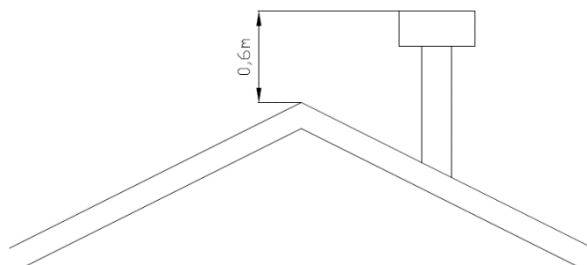

Figure 5 – Hauteur de la cheminée.
- Le sommet de la cheminée doit être au moins 0,6 m au-dessus du toit, voir figure 5 - Hauteur de la cheminée.